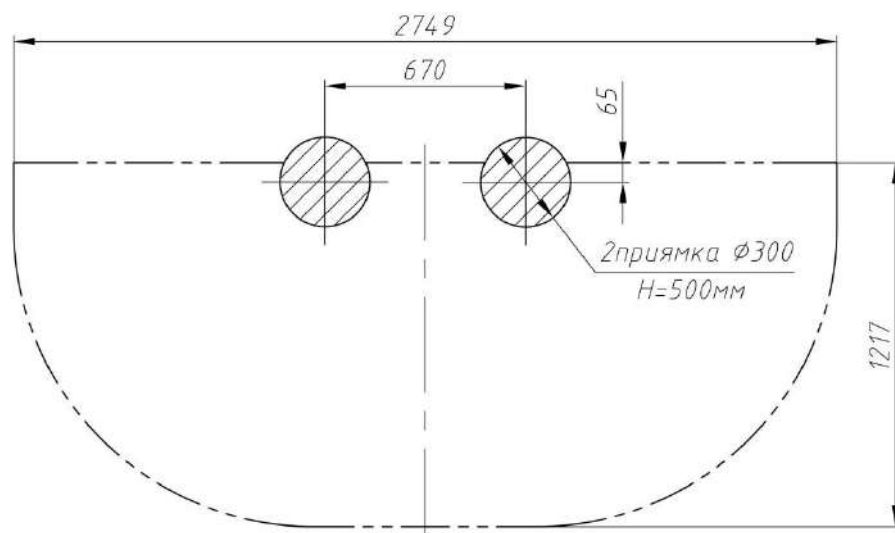

Рис. 3 План фундаментных прямков доски для рисования мелом РТР 640-01
3.7. После выбора места установки следует выполнить фундаментные прямки в соответствии с планом фундамента (рис. 3).